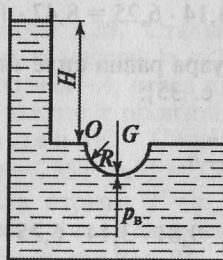

Рис. 3.22
**Задача 3.22.** В стенке резервуара просверлен трап, который закрывается полусферической крышкой радиусом  $R = 0,1 \text{ м}$  и весом  $200 \text{ Н}$  (рис. 3.22). Какова должна быть высота  $H$  воды в резервуаре, чтобы крышка открылась?